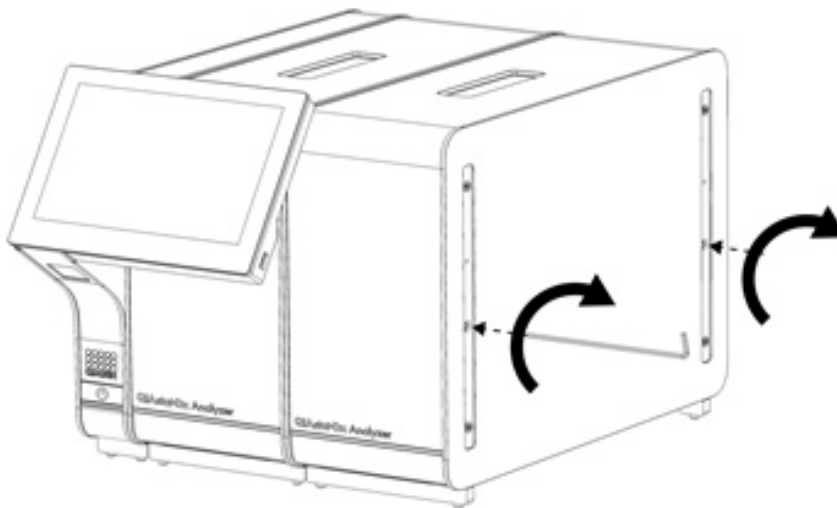

Figure 16. Alignement et connexion du module analytique supplémentaire.
4. Alignez le module analytique supplémentaire sur le module analytique existant. Serrez les vis avec l'outil de montage du module analytique/opérationnel fourni avec l'analyseur QIAstat-Dx Analyzer 2.0 (figure 16).